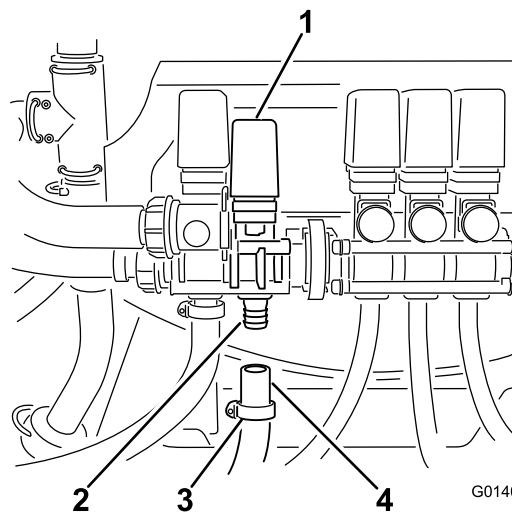

Figure 27
4. Passez un collier desserré sur l'extrémité ouverte du flexible (Figure 27).